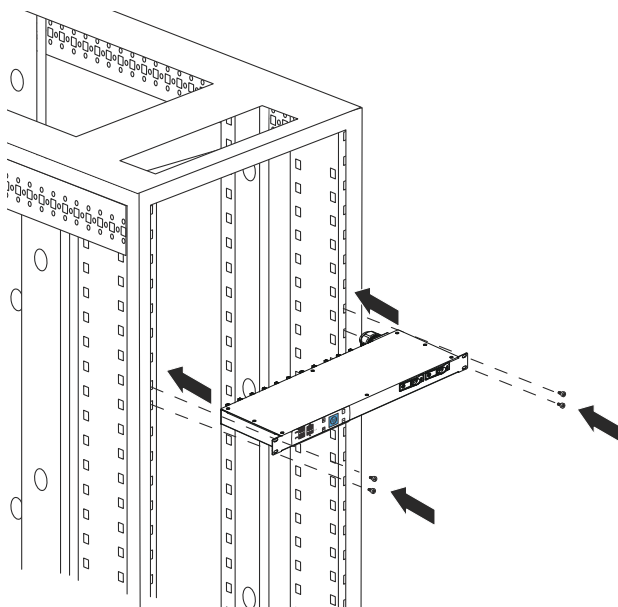

図 8. 1U PDU の水平取り付け方法
2. **四角の穴のラックの場合。**適切な取り付け穴に、ケージナットを差し込みます（前の章ケージナットの取り付け方法を参照）。2つの M6 ネジを PDU のそれぞれの側の耳に通して差し込み、締め付けます（図 8 を参照）。